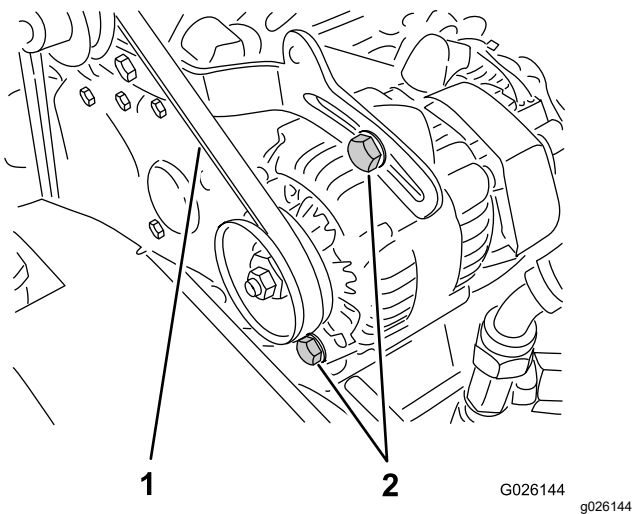

Figura 63
2. Verifique a tensão pressionando a correia a meio curso entre a cambota e as polias do alternador com uma força de 10 kg (Figura 63).
- A. Desaperte os 2 parafusos de fixação do alternador (Figura 63).
- B. Utilizando um pé de cabra, rode o alternador até atingir uma tensão adequada da correia; depois, aperte os parafusos de montagem (Figura 63).